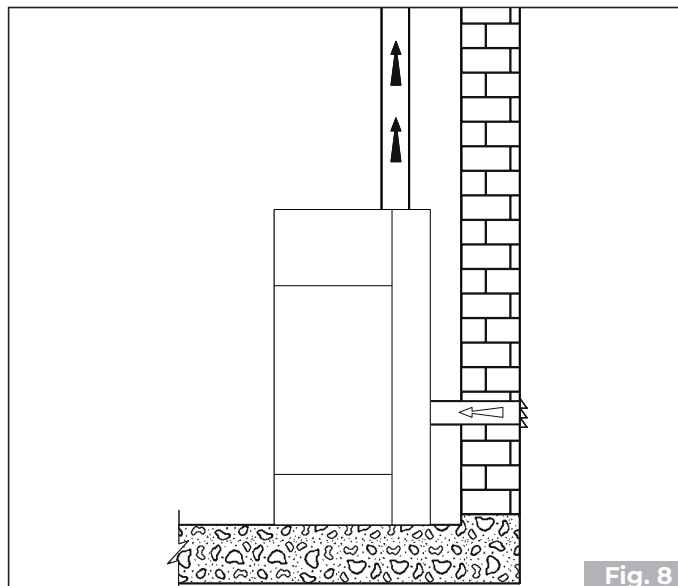

Fig. 8
- il peut provenir directement de l'extérieur à travers un raccordement direct à la chambre de combustion (**Fig. 8**).
- connecter l'entrée d'air de combustion de l'appareil à la prise d'air avec un conduit approprié (**Fig. 8**).